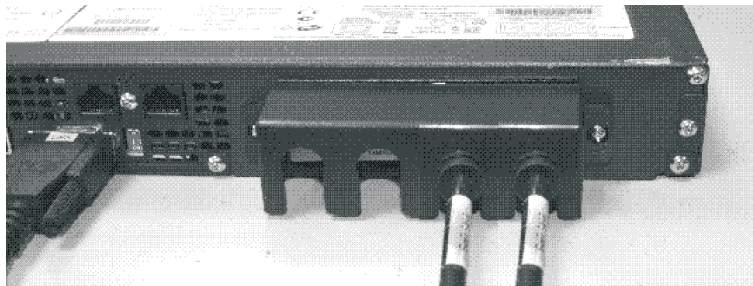

図 19. 2145 UPS-1U電源ケーブル保持ブラケット
5. 図 19 に示されるように、それぞれの側で 1 つのねじでブラケットを所定の位置で固定します。